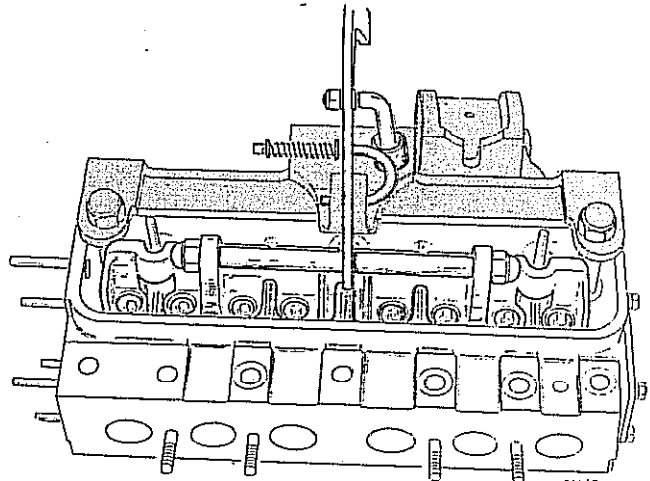

Fig. 48
- a) Comprimir los resortes empleando la herramienta especial MOT 01 (Fig. 48).